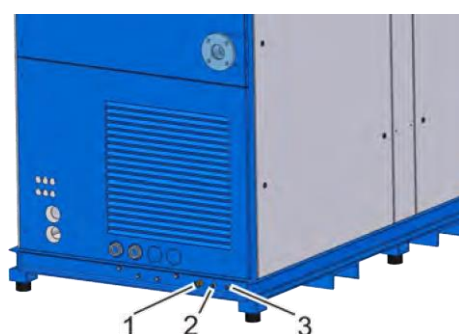

Рис. 30: Отвод конденсата
3. Подключите к штуцеру для отвода конденсата (Рис. 30/2) гибкие и водостойкие шланги.